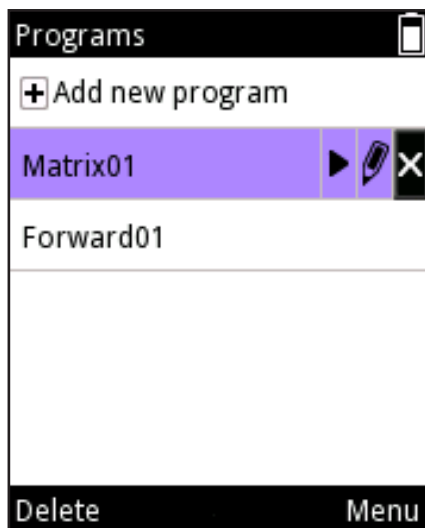

Imagen D39.
3. Utilice  ,  para resaltar el icono  y pulse  (**Delete**, Eliminar) (Imagen D39).